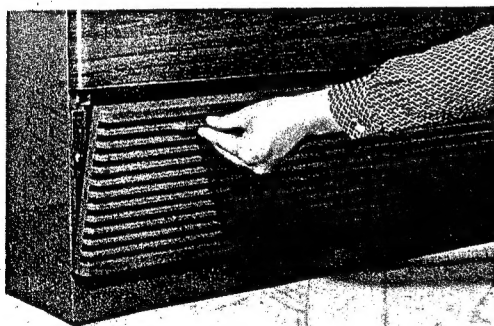

Fig. 3 Abb. 3
1. Remove the suction grille with air filter from the cabinet. (Fig. 3)
1. Das Ansauggitter mit dem Luftfilter vom Gehäuse abnehmen. (Abb. 3)